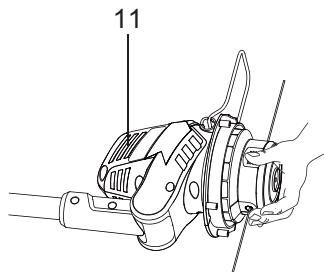

Fig.26
- > Pulse simultáneamente las lengüetas de cierre (17) en el cabezal de la podadora (Fig.26).